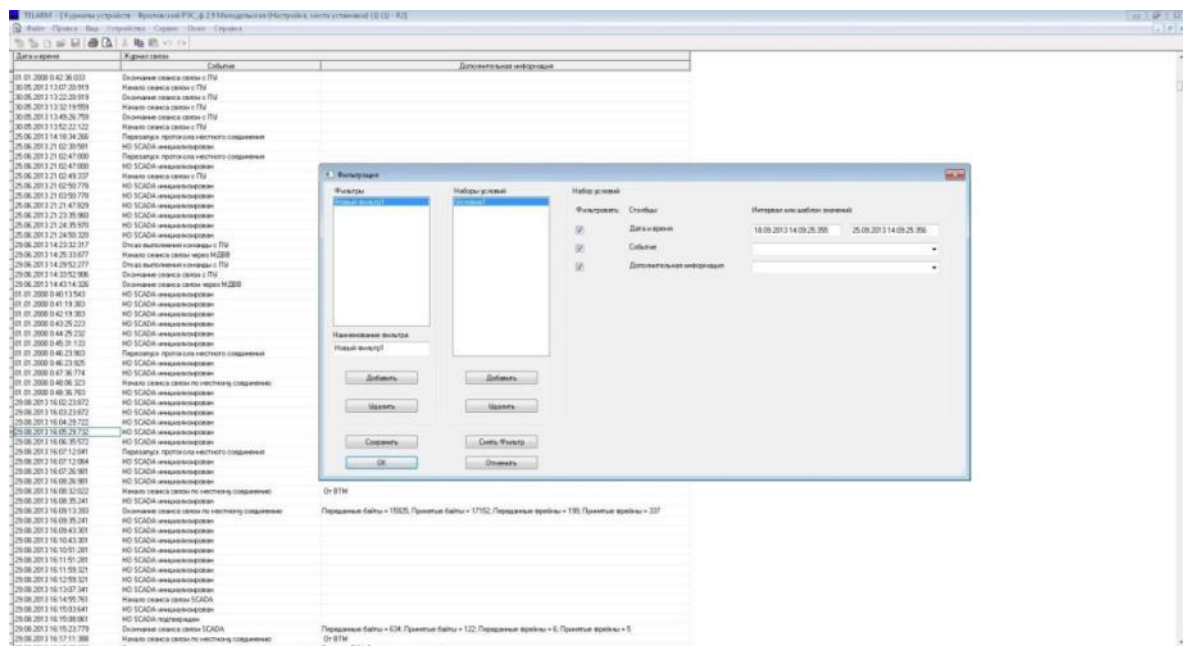

Рис.4.26. Фильтр данных
2. В открывшемся окне настроить условия фильтрации данных, рис. **Рис.4.26**.